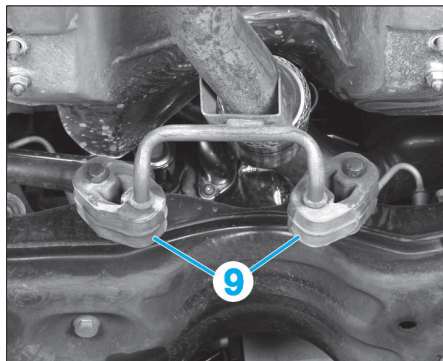

FIG. 99
- Déposer le filtre à particules de ses fixations (9) (Fig.99)